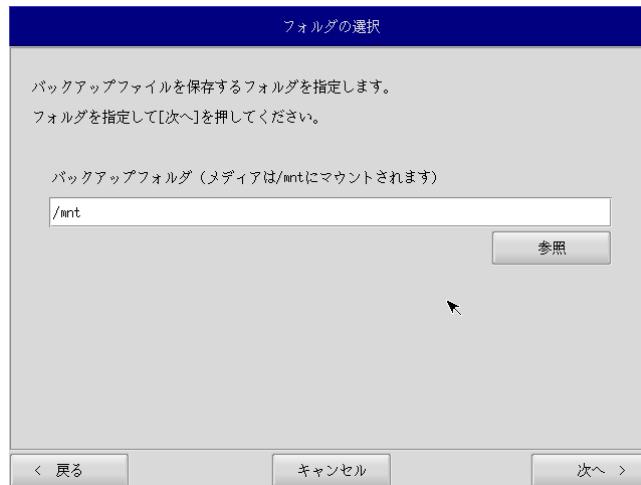

図5-3-3. フォルダ選択画面
- ⑦ フォルダ選択画面（図5-3-3）が表示されます。[参照]ボタンを押します。
- ⑨ フォルダ選択画面（図 5-3-3）で指定したバックアップフォルダが入力されていることを確認します。[次へ]ボタンを押します。